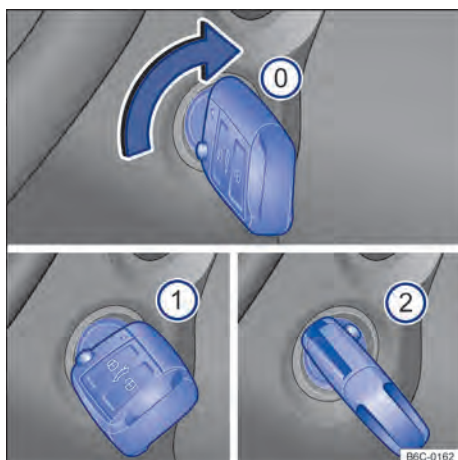

Fig. 90 Ao lado do volante, à direita: posições da chave do veículo no cilindro da ignição.
Posições da chave do veículo → Fig. 90
- ① Ignição desligada. A chave do veículo pode ser retirada.
- ① Ignição ligada.
- ② Pisar no pedal do freio (*veículos com transmissão automática*), ou no pedal da embreagem (*veículos com transmissão manual*) e ligar o motor. Quando o motor pegar, soltar a chave da ignição. Ao soltar, a chave do veículo retorna à posição → Fig. 90 ①.
- **Veículos com cilindro da ignição:** girar a chave do veículo na posição → Fig. 90 ①. A ignição está ligada. Nesse instante a luz de controle do sistema de partida aquecida ⚡ irá se acender no instrumento combinado. Aguardar que a luz de controle ⚡ se apague indicando o término do aquecimento do combustível (esta ação poderá ser necessária em condições de partida com o motor frio).
- **Veículos com cilindro da ignição:** girar a chave do veículo no cilindro da ignição para a posição → Fig. 90 ② – não acelerar. Quando o motor começar a funcionar, soltar a chave do veículo no cilindro da ignição.
- *Veículos com cilindro da ignição*: girar a chave do veículo no cilindro da ignição na posição → Fig. 90 .